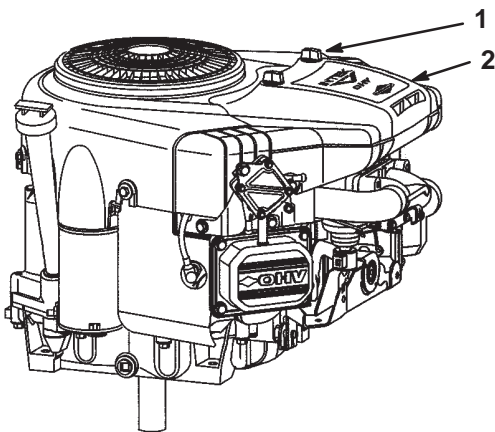

Figure 33
2. Dévissez les boutons et déposez le couvercle du filtre à air (Fig. 33).